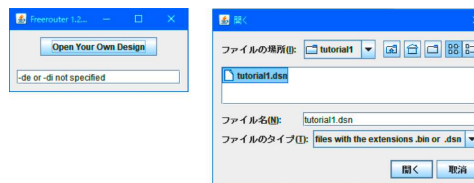

図9-27
- ③ [Open Your Own Design]をクリックしてDSNファイルを読み込みます。図9-27